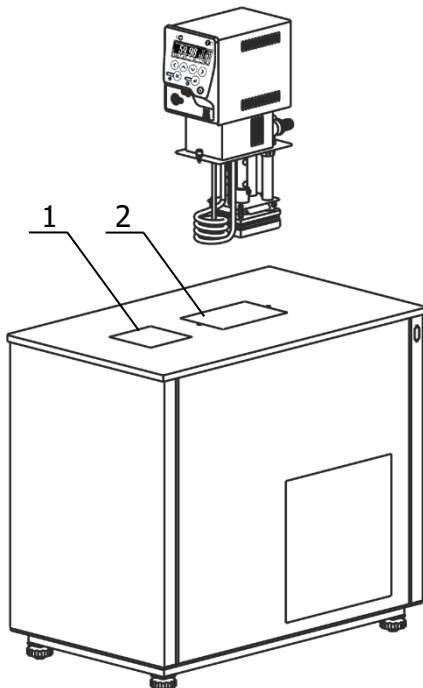
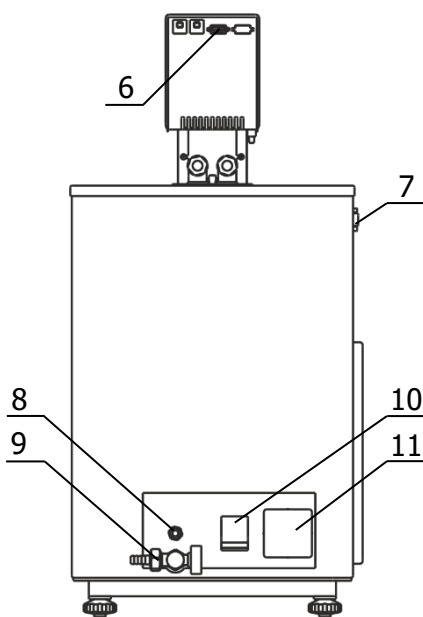

Рисунок 2 — Установка блока регулирования
Рисунок 4 — Задняя панель термостата
2.2.3 Погрузить блок регулирования температуры в отверстие 2 (рисунок 2) и закрепить его винтовыми фиксаторами на крышке термостата.
2.2.4 К переливному штуцеру 8 (рисунок 4) присоединить гибкий шланг, второй конец которого опустить в емкость для сбора излишков теплоносителя объемом 1.5–2 литра.
2.2.5 Заполнить ванну термостата теплоносителем через отверстие над рабочей зоной 1 (рисунок 2) до момента начала слива теплоносителя из переливного штуцера 8 (рисунок 4).
2.2.7 Вставить вилку сетевого кабеля блока регулирования в розетку 11 (рисунок 4). Соединить кабелем из комплекта поставки блок регулирования (разъем 6) и холодильную машину (разъем 7). Сетевой кабель термостата подключить к питающей сети. Для этого в лабораторном помещении должна быть установлена электрическая розетка из комплекта поставки термостата.
2.2.8 Автоматический выключатель 10 (рисунок 4) перевести в положение «включено».
2.2.11 Для заполнения соединительных шлангов и устранения воздушных пробок при первом запуске термостата, необходимо включить блок регулирования в режиме прокачки. При работе циркуляционного насоса уровень теплоносителя во внутренней ванне понизится, что может привести к срабатыванию защиты от недостаточного уровня теплоносителя. Доливать теплоноситель следует до тех пор, пока он не начнет переливаться через штуцер 8 (рисунок 4).
2.4.2 Надеть сливной шланг из комплекта поставки на кран 9 (рисунок 4) и закрепить его хомутом. Свободный конец шланга опустить в емкость для сбора теплоносителя объемом, превышающим объем термостата.